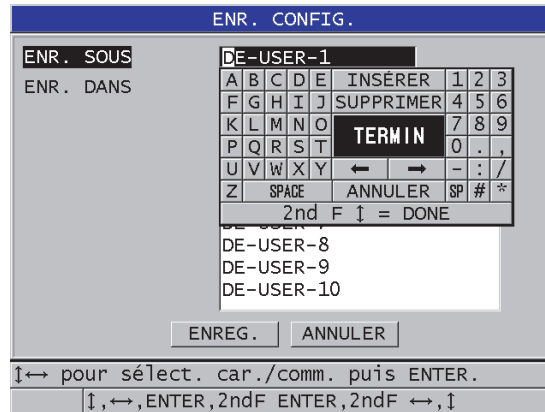

Figure 12-6 Enregistrement de la configuration
- b) Dans l'écran **ENR. CONFIG.**, entrez le nom de fichier souhaité pour la configuration personnalisée (Figure 12-6 à la page 253).